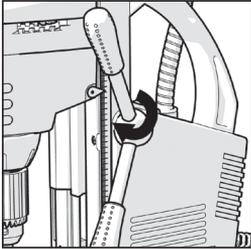

Abb. 1
- Befestigen Sie die drei Griffe in der Spindelnabe und achten Sie dabei darauf, dass sie sicher befestigt sind. **(Abb. 1)**